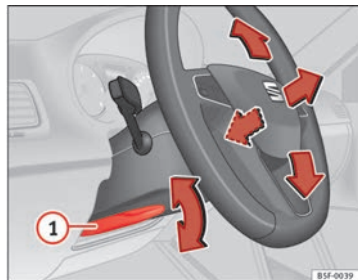

Fig. 117 Alavanca na parte inferior esquerda da coluna de direcção
- Puxe a alavanca ① ⇒ Fig. 117 para baixo ⇒ ⚠